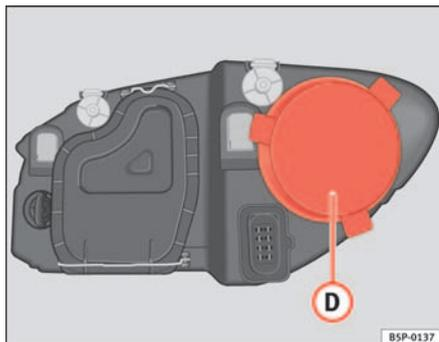

Fig. 179 Luci di posizione
- Rimuovere la copertura ⇒ fig. 179 ① tirandola.